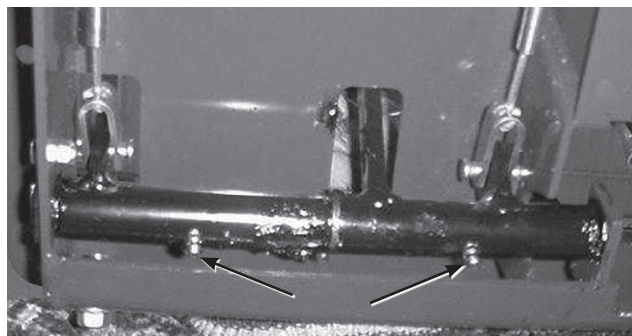

図36
- ブレーキ・ピボットのブッシュ (図36)
- ブレーキケーブル (ホイール側とペダル側の端部) (図36)